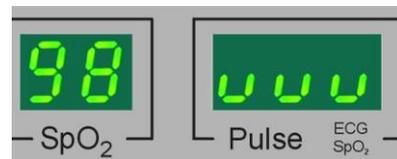

Bild 14: Pulsfrequenz unterhalb des Messbereiches
- uuu:** (siehe Bild 14) Der Messwert für die Puls- bzw. Herzfrequenz liegt unterhalb des spezifizierten Messbereiches.